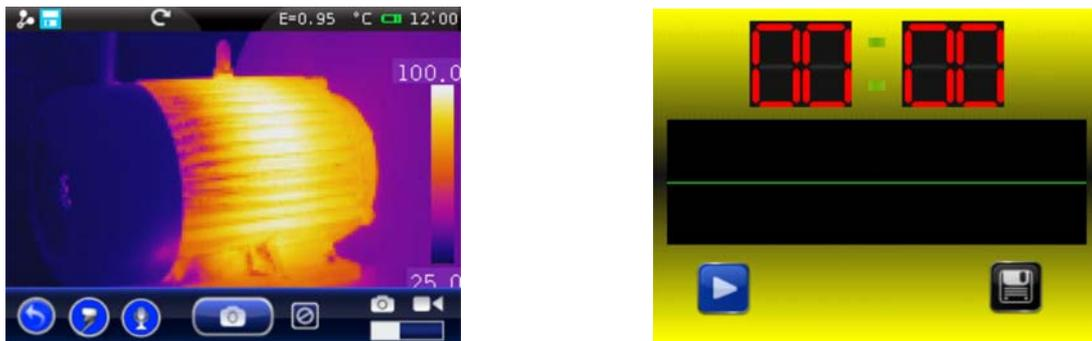

Fig. 61: Inserimento annotazione vocale
1. Eseguire il salvataggio di una immagine in accordo alla procedura descritta nel § 5.2.4.1). Al termine dell'operazione la situazione dello strumento è mostrata nella Fig. 61 – Parte sinistra)
2. Toccare l'icona “” . La videata di Fig. 61 – Parte destra è mostrata a display